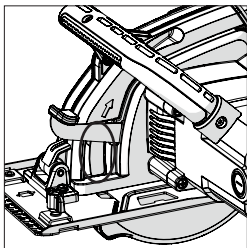

Fig. 13
O fereastră de vizualizare a discului din sticlă întărită (9) este amplasată în partea din stânga față de scutul superior al discului, în apropierea locului în care acesta iese din tăiere. (Fig. 13) Acest lucru permite operatorului să monitorizeze progresul unei tăieri, oferind în același timp protecție împotriva oricărui material expulzat.